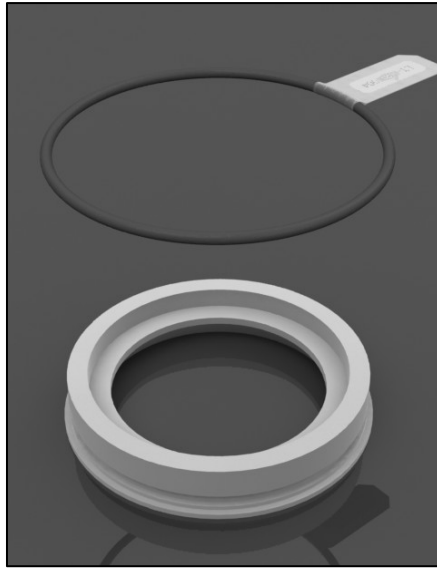
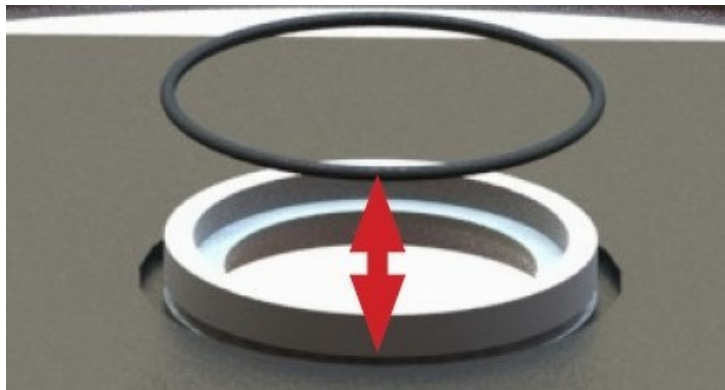

Figure 6 : Interface de l'unité d'agitation du bioconteneur et joint torique
Figure 7 : Installation de l'interface dans une ouverture
5. S'assurer qu'une interface de l'unité d'agitation du bioconteneur (Figure 6) est installée dans l'ouverture à la base du réservoir. Si non, installer l'interface en l'insérant en partant du bas et en la fixant en place à l'aide du joint torique fourni. S'assurer que l'interface est totalement engagée dans l'ouverture et que le joint torique est complètement installé dans le canal correspondant du joint torique sur le côté de l'interface (Figure 7).